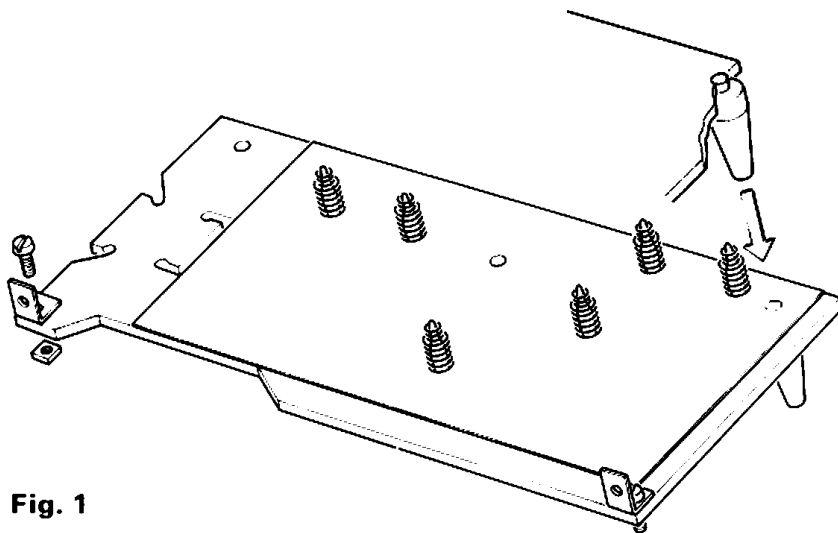

Fig. 1
Neem de montageplaat (49) voor je. Leg hierop, zoals in fig. 1 aangegeven, de schemakaart, met de symbolen van de onderdelen op het voorpaneel naar het voorpaneel. Druk nu op de aansluitpunten haarspeldveren (20) van onder door montageplaat en schema. Plaats geen veren in de doorvoergaten, waaromheen cirkels staan. Leg de plaat plat op tafel en druk de tonveren (21) over de haarspeldveren (fig. 2).